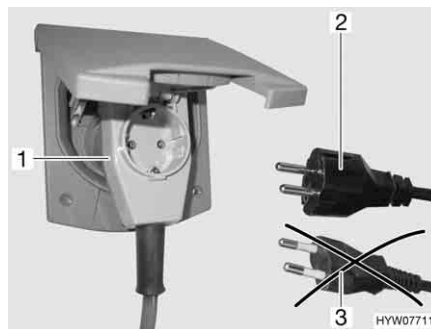

Bild 101 Anschluss an eine Winkelkupplung mit Steckdose
- Bei Verwendung einer CEE 17 Winkelkupplung mit rückseitig eingebauter Steckdose (Bild 101,1) nur einen gummierten und versiegelten IP 44 Stecker mit Schutzkontakt (Bild 101,2) verwenden. Keine Stecker ohne Schutzkontakt (Bild 101,3) verwenden. Gefahr eines Stromschlages!